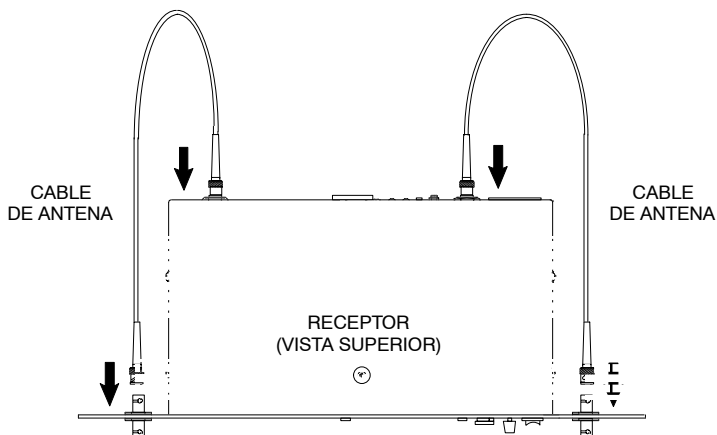

FIGURA 7
2. Conecte los cables de antena incluidos al receptor y a los adaptadores de tabique, como se muestra en la Figura 7.